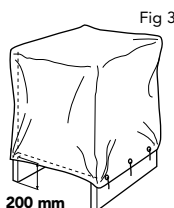

Fig 3
- endast i undantagsfall kan lagring ske under presenning, som då väl skall täcka fönsterpartiets översida och sidor och förankras så att nederbörd ej kan tränga in, se fig 3.